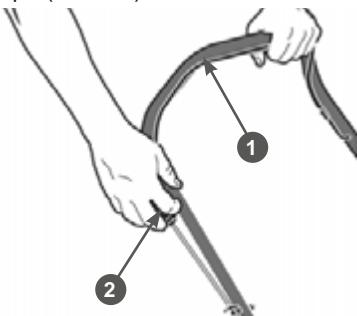

Рис. 15. Запуск двигателя
- Встаньте позади газонокосилки. Левой рукой нажмите на рычаг 1 остановки двигателя и удерживайте его, а правой рукой возьмите ручку 2 стартера (Рис. 15).